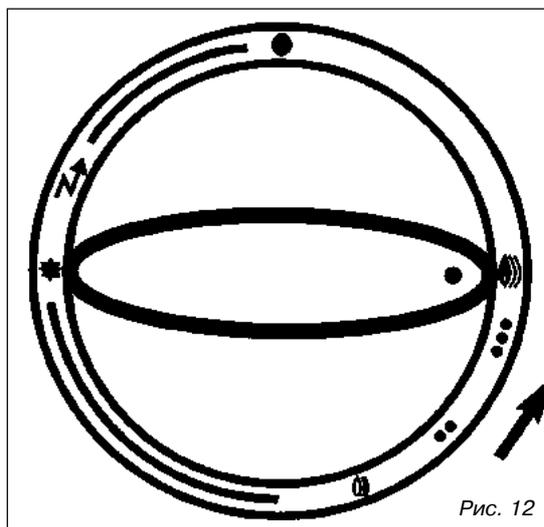

Рис. 12
- Когда запальная горелка воспламенится, подержать ручку несколько секунд в положении "✱" для установления рабочего состояния термпары системы защиты, а затем перевести ручку (поворачивая её по-прежнему в направлении стрелки) в положение между метками "⦿" и "⦿" (рис. 12).